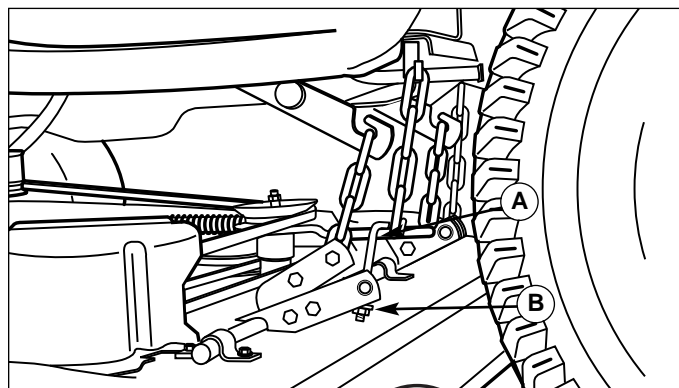

Figure 39. Leveling The Mower Side-to-Side, J-Hook Models
5. Siehe Abbildung 39. J-Haken (A) halten und Sicherungsmutter (B) drehen. Die Sicherungsmutter (B) drehen, um die linke Seite des Mähwerks höher oder tiefer zu stellen.